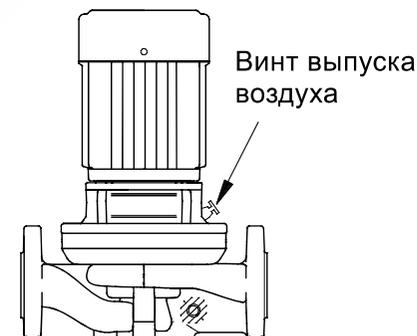

Рисунок 6 – Выпуск воздуха из насоса
1. Закрывать задвижку на стороне нагнетания насоса и открыть винт воздухоотводчика в промежуточном корпусе насоса (рис. 6).
2. Отвернуть винт выпуска воздуха (рис. 6).
3. При пуске из насоса нужно удалить воздух, ослабив для этого расположенный в промежуточном корпусе насоса винт выпуска воздуха до тех пор, пока из отверстия для выпуска воздуха не потечет рабочая жидкость (рис. 6).